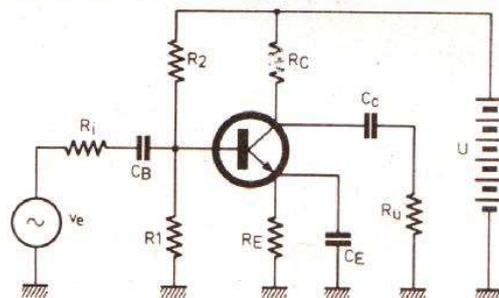

Fig. 5. — Exemple de schéma d'amplificateur collecteur commun. En alternatif, le point A est au potentiel de la masse.
Le montage collecteur commun (CC) est représenté figure 5 avec un découplage dans son circuit collecteur.